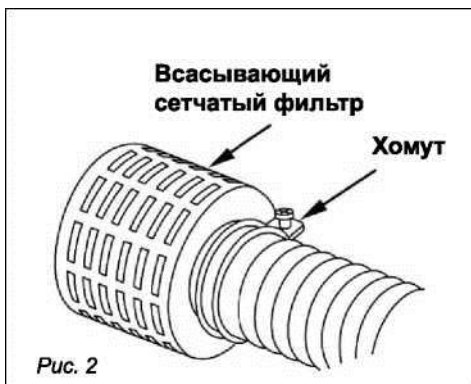

Рис. 2
- Подсоедините всасывающий сетчатый фильтр к заборному шлангу при помощи хомута (рис. 2).